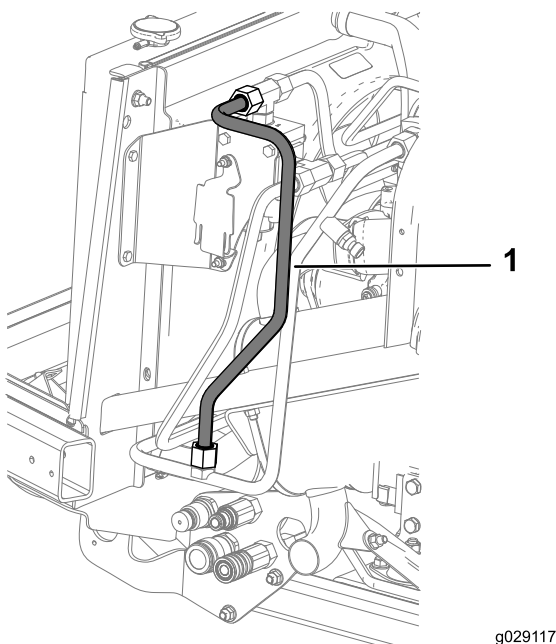

Рисунок 26
6. Установите гидравлическую трубку Е от гидравлической трубки Н к переходному тройнику (наружная резьба 5/8 дюйма) на правом коллекторе в сборе, как показано на Рисунок 26.